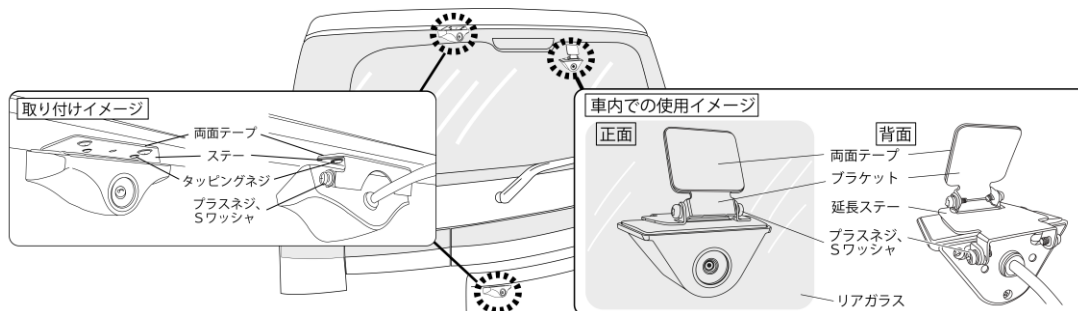

図 15
- 付属のタッピングネジ、両面テープを使用して、リアカメラを車両に取り付けしてください。リアガラスへ貼り付けて使用する場合は、カメラステーをリアガラス固定用ステーへ交換し、付属の両面テープを使用してリアカメラをリアガラスの内側に取り付けしてください（図15参照）。
- リアカメラの角度を調整する場合は、各ステー、ブラケットを固定しているプラスネジを反時計回転方向に回して緩め、任意の角度に調整してください。調整後、各プラスネジを時計回転方向に回して確実に締め付けてください（図15参照）。